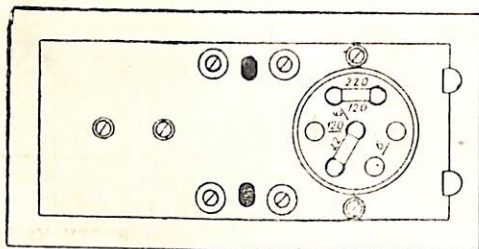

Рис. 5.
2. Установить переключатель на имеющееся напряжение электроосветительной сети; для этого положив аппарат на бок, снять крышку А (рис. 5) и установить перемычки в зависимости от напряжения: